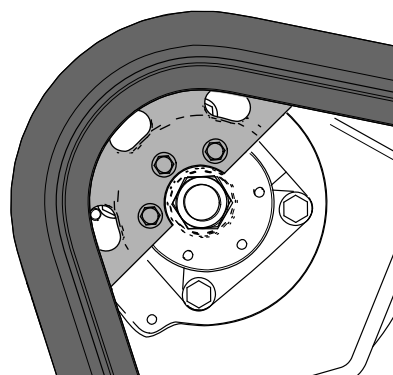

Figura 64
17. Spostate in avanti il comando della trazione fino a quando la metà della ruota conduttrice non si innesta nel cingolo (**Figura 64**).